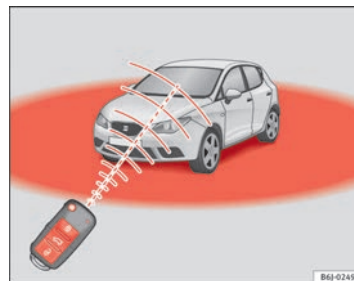

Fig. 47 Raggio d'azione del telecomando
Inoltre, la spia della pila della chiave $\Rightarrow$ fig. 47, lampeggia.
- Il telecomando a radiofrequenza ha un campo d'azione limitato, al di fuori del quale il suo uso non produce effetto alcuno ⇒ fig. 47.